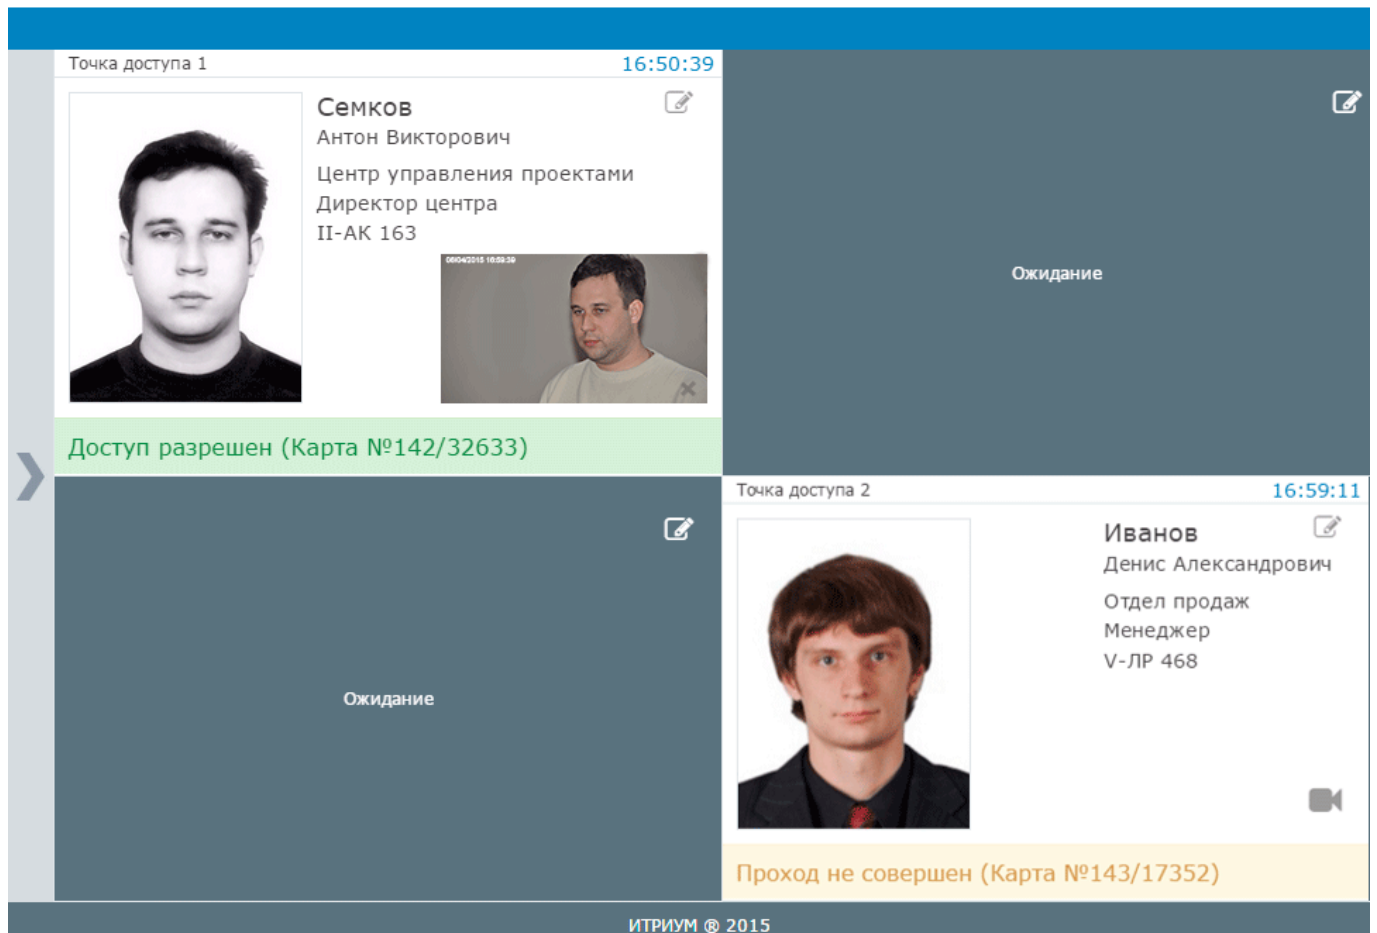

Рисунок 9.104 — Основное окно приложения «Фотоидентификация»
- Основное окно поделено на области, в каждой из которых отображаются события по выбранной точке доступа (рисунок 9.104). При наличии «привязанной» камеры, в случае запроса доступа отображается «живое видео».